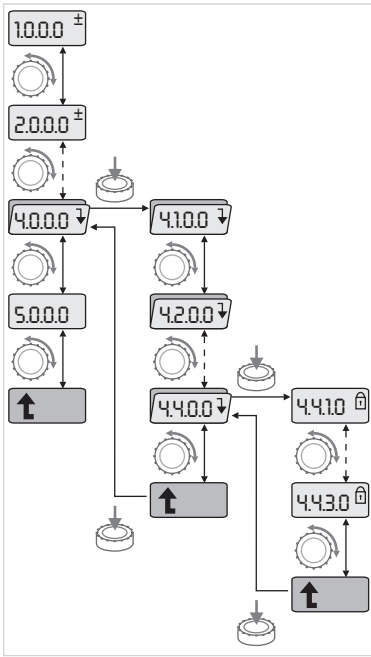

Fig. 37: ejemplo de navegación
- Efectúe la navegación general en el menú de la siguiente forma (ejemplo, véase la fig. 37):